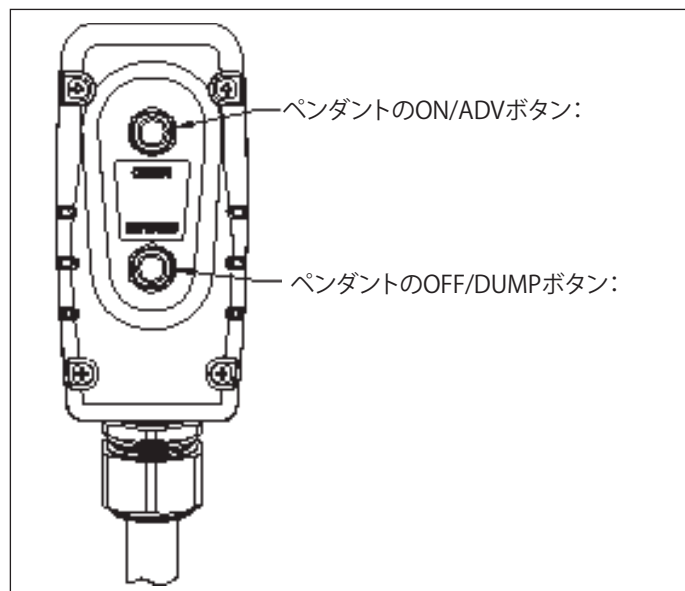

図7 ペンダントのボタン
5.2 ペンダントの操作(図7参照)
5. ポンプを始動するには、ペンダントの「ON/ADV」ボタンを押します。図7を参照してください。モーターが自動的に始動して、レンチが前進を開始します。ボタンを押し下げている間、レンチは前進し続けます。